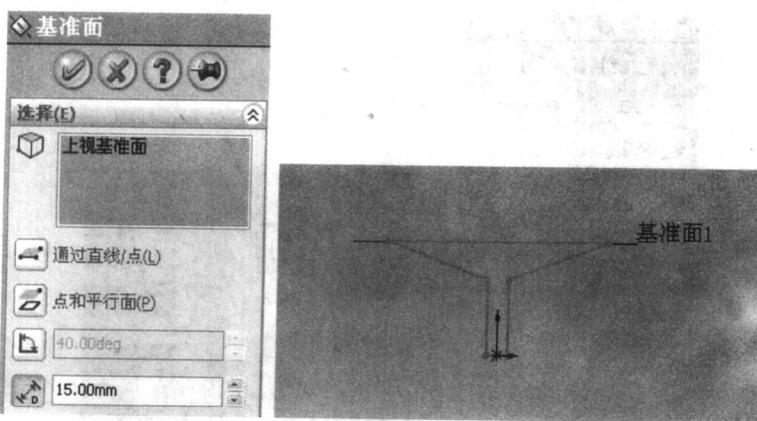

图 1-31 “基准面”属性管理器和基准面效果
- (3) 单击“基准面”工具按钮（\），打开“基准面”属性管理器。选择“上视基准面”为参考实体，将距离（\）设置为 15mm，然后单击“确定”按钮（\），生成基准面 1，如图 1-31 所示。